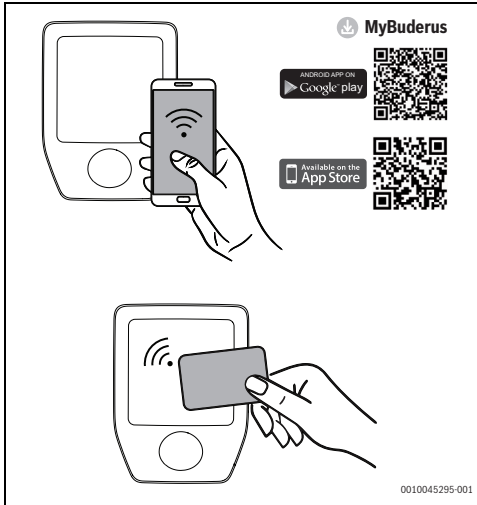

Fig. 120 Autenticazione tramite scheda RFID
- ▶ Sbloccare la Logavolt con la scheda RFID, l'app o tramite un dispositivo di blocco esterno. Questo passo è facoltativo (→ Fig. 120 e 119, pagina 112).